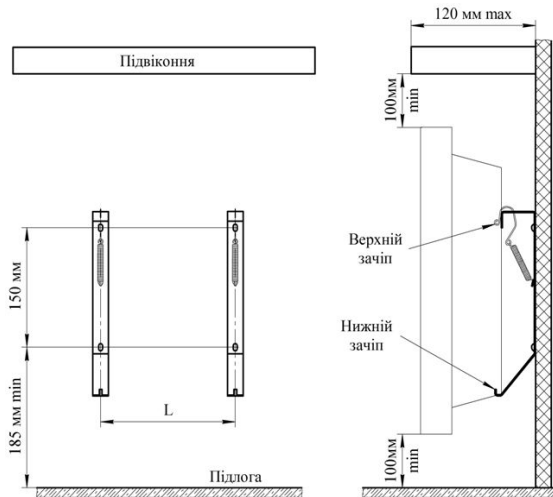

Рис. 1
5.5 Поедняйте прямокутні отвори на задній стінці конвектора з верхніми зачепами кронштейнів (рис. 1) і надіньте конвектор на зачепи.
Включати й експлуатувати конвектор дозволяється тільки в положенні, вказаному на рис.1.